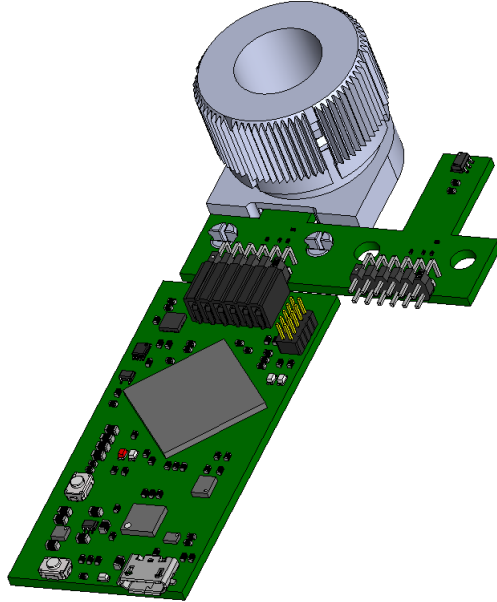

图 4-10. EVM 上的旋推模块
1. 将旋推模块连接到 EVM (请参阅图 4-10 展示的示例，了解如何将此模块连接到 EVM 的 A1 部分)。